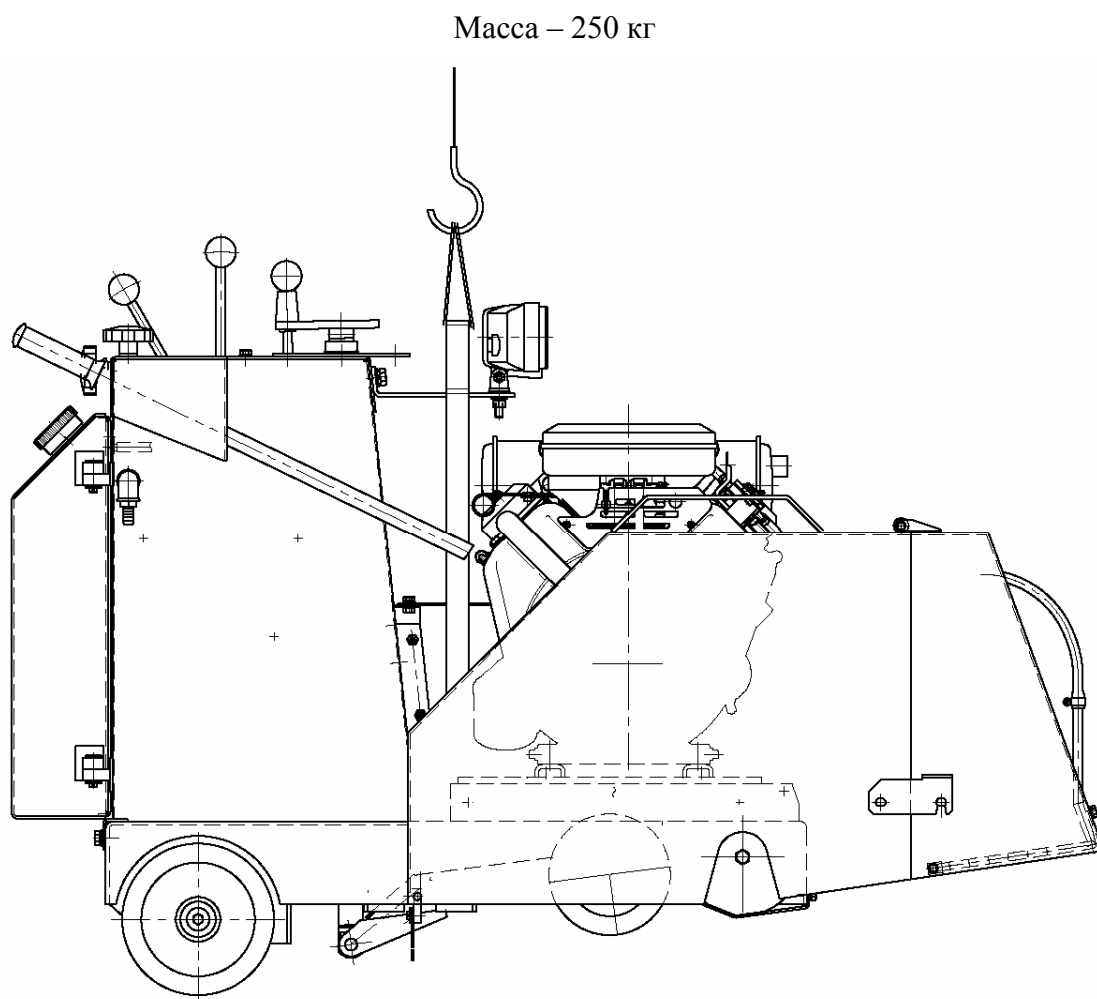

Рис. 15 Схема строповки резчика швов
- При погрузке и выгрузке строповку резчика швов производить согласно схеме строповки (см. рис. 15), используя текстильные стропы.